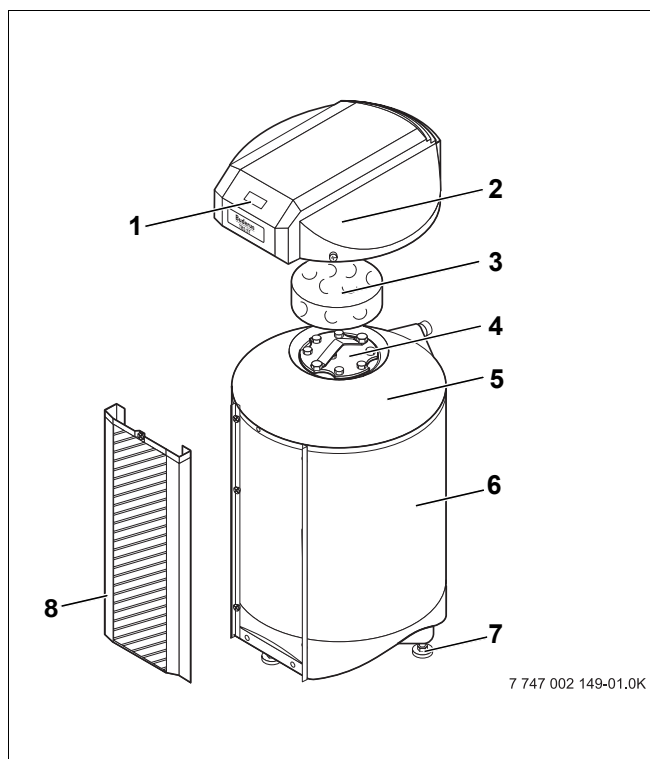

Рис. 1 Бак-водонагреватель Logalux ST150/3 – ST300/3
- Бак-водонагреватель (рис. 1, **поз. 6**) с защитой от коррозии
Катодная защита от коррозии состоит из гигиенической термоглазури DUOCLEAN MKT и инертного анода на крышке люка (рис. 1, **поз. 4**).
Съемные детали облицовки: крышка бака (рис. 1, **поз. 2**) и кабельный канал (рис. 1, **поз. 8**).
- Теплоизоляция (рис. 1, **поз. 5**)
Теплоизоляция из не содержащего вредных веществ полиуретанового пенопласта нанесена непосредственно на бак. Теплоизоляционный элемент (рис. 1, **поз. 3**) из пеноматериала уменьшает теплопотери через крышку люка.
- Крышка люка с инертным анодом (рис. 1, **поз. 4**)
Инертный анод - это анод с питанием от постороннего источника, не требующий технического обслуживания, защищающий бак-водонагреватель от коррозии. На дисплее регулирования инертного анода (рис. 1, **поз. 1**) показывает температуру горячей воды при обычном режиме работы.